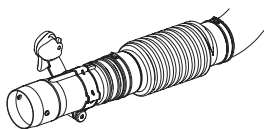

Рис. 5
- Присоедините промежуточную трубку к трубе с рукояткой управления, а затем наконечник трубы с форсункой-дозатором к промежуточной трубе (Рис. 5).